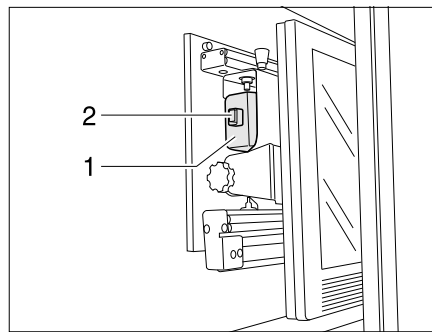

Fig. 9 Support dans le meuble de télévision
- Tourner le téléviseur dans sa position initiale (Fig. 9) et, le cas échéant, le laisser s'enclencher.
- Pousser la console du téléviseur ou le support de l'écran plat à l'aide de la poignée (Fig. 9,1) vers l'arrière. Le verrou (Fig. 9,2) s'enclenche.